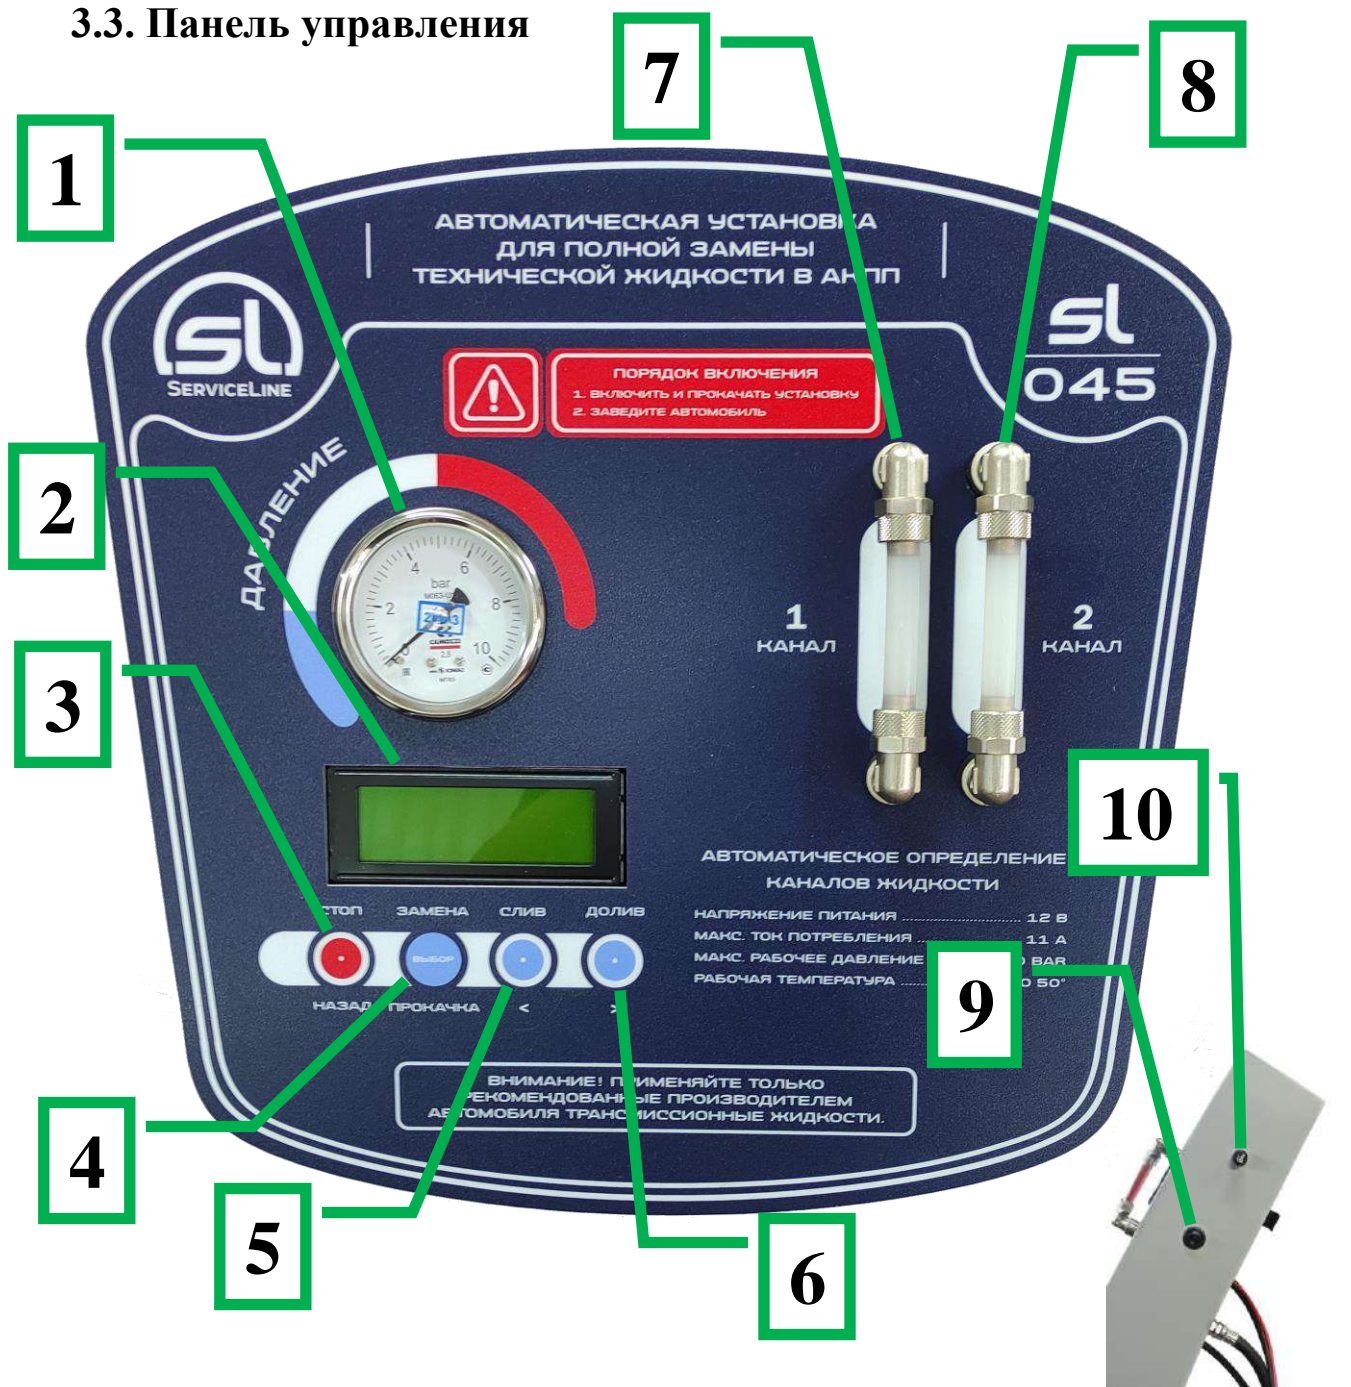

Рис. 2
12. Проследить за изменением цвета жидкости в индикаторе Канал 1, Канал 2 (пп. 7, 8 рис.2). Когда жидкость в индикаторе потока станет прозрачной процесс замены завершен.
14. Остановить процесс замены, если вы считаете, что качество жидкости в системе трансмиссии нормальное, можно нажатием кнопки «Стоп» (п.3 рис.2):
16. Для отключения режима «Аварии», заглушить автомобиль и выключить тумблер питания установки (п.9 рис.2). **ВНИМАНИЕ! Безопасный режим «Кольцо» не сохраняется, когда вы обесточите установку.**